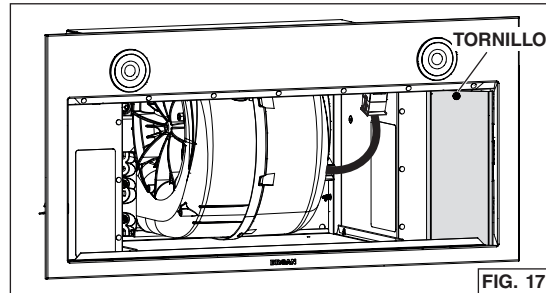

FIG. 17
3. Quite la tapa del compartimento eléctrico (en gris en FIG. 17) en el interior del aparato retirando su tornillo de sujeción. Retire la bolsa de piezas detrás de la tapa. Poner la bolsa de piezas, la tapa y el tornillo de sujeción a un lado.